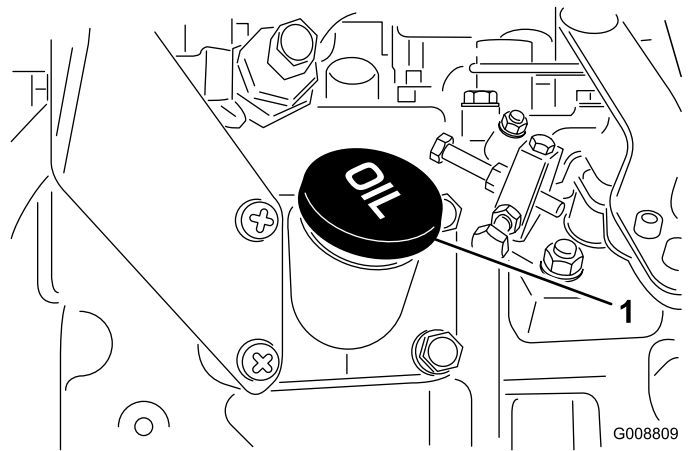

Figura 35
4. Se o nível de óleo se encontrar abaixo da zona de segurança, deverá retirar a tampa de enchimento (Figura 35) e adicionar óleo até que o nível atinja a marca desejada. **Não encha demasiado.**